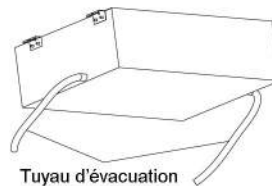

Fig.25
(6). Un port d'évacuation est présent sur les côtés gauche et droit. Choisissez le port d'évacuation le plus adéquat pour l'installation. (Fig.25)